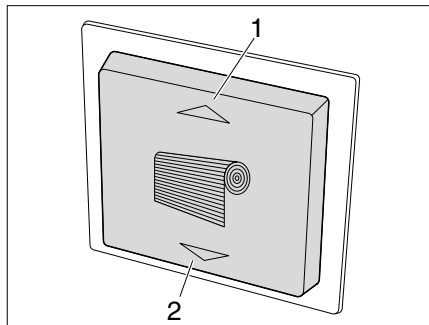
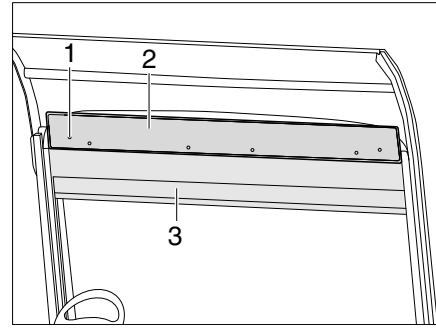

Fig. 82 Interrupteur pour pare-brise
Fig. 84 Fonction d'urgence du store
- Appuyer sur la touche (Fig. 82/2). Le store (Fig. 84/3) pour le pare-brise s'abaisse.
- Appuyer sur la touche (Fig. 82/1). Le store (Fig. 84/3) pour le pare-brise se lève.
- Dévisser les 6 vis (Fig. 84/1) du caisson inférieur et enlever le cache (Fig. 84/2).
- Accrocher la manivelle à l'un des deux moteurs et remonter ou abaisser le store (Fig. 84/3).